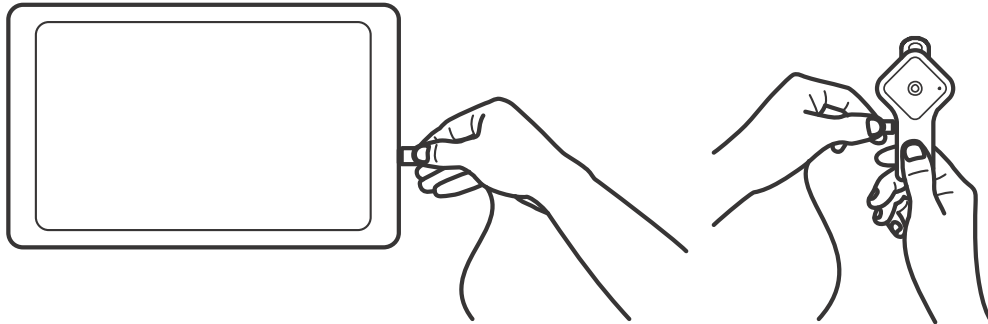

Abb. 2
8.4.1. Schließen Sie das Messgerät mit dem microUSB-microUSB-Kabel an Ihr Mobilgerät an. Dazu stecken Sie den microUSB-Stecker des Kabels in den microUSB-Port des Mobilgeräts (Abb. 2). Am Messgerät beginnt die grüne LED zu blinken.